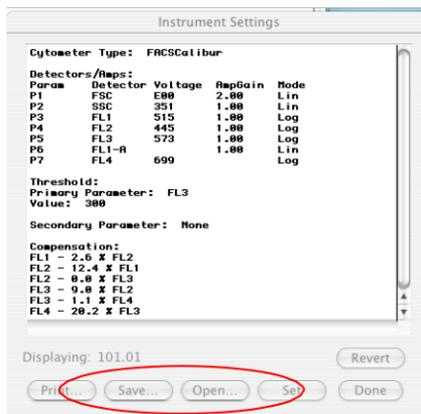

Figura 6: Tela Instrument Settings
3.5. Procurar o arquivo **CalibFile.LNW**. Clicar em **Open, Set e Done** (Figura 6).